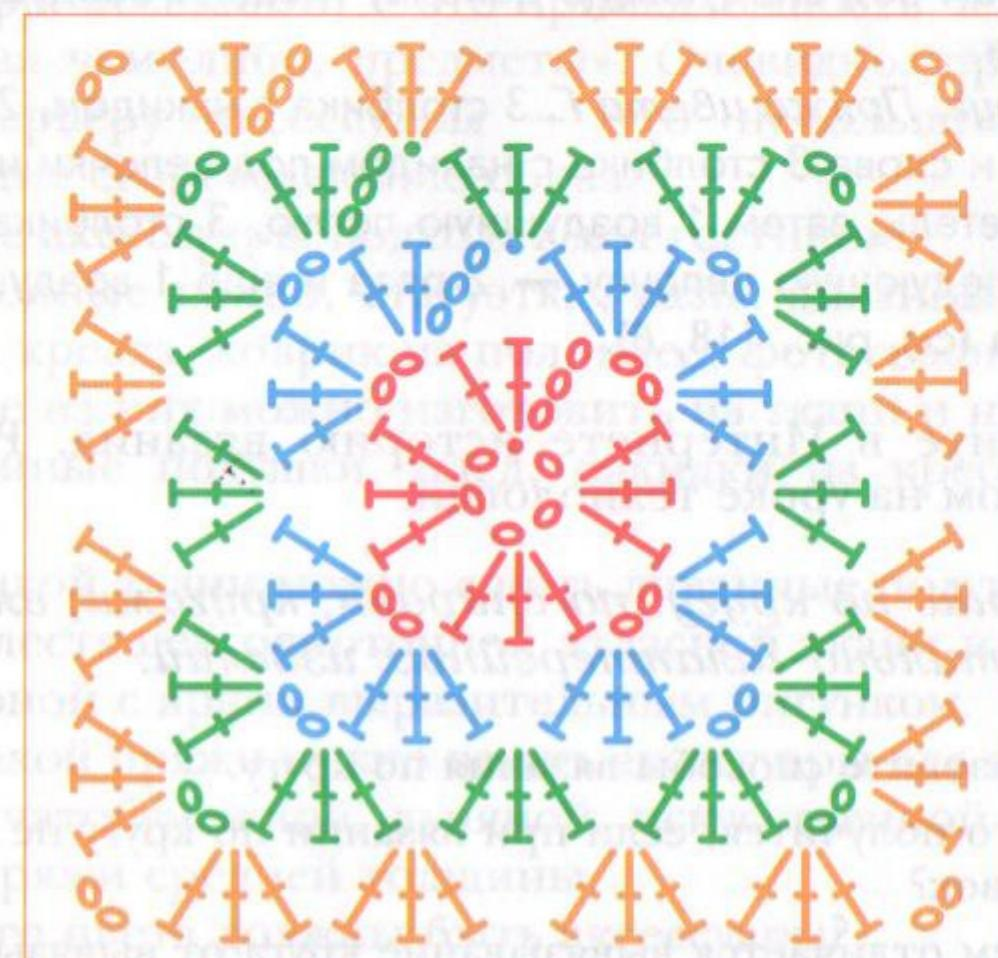

Рис. 119 Схема вязания мотива «бабушкин квадрат»
3. Выполнни мотив «бабушкин квадрат», пользуясь схемой (рис. 119) или описанием, где пряжа цвета А — красная, Б — синяя, В — зелёная, Г — оранжевая.